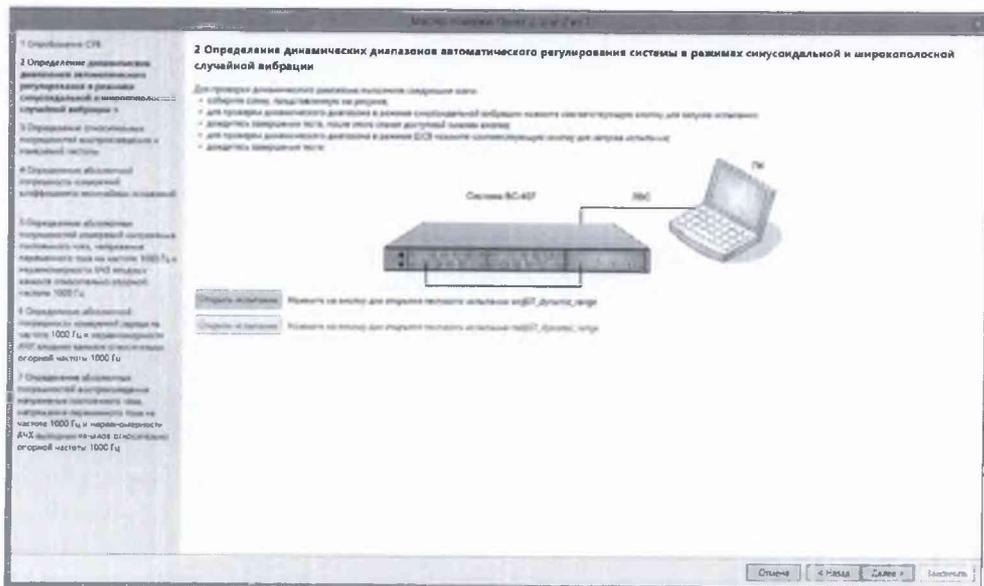

Рисунок 7.2.6
7.2.2.1 Собрать схему, изображенную в окне мастера поверки (Рисунок 7.2.6). В окне программы «Мастер поверки» нажать активную кнопку «Открыть испытание» sin407\_dynamic\_range, подтвердить правильность собранной схемы.
7.2.2.5 В окне программы «Мастер поверки» (рисунок 7.2.6) нажать активную кнопку «Открыть испытание» для тестового испытания rnd407\_dynamic\_range.